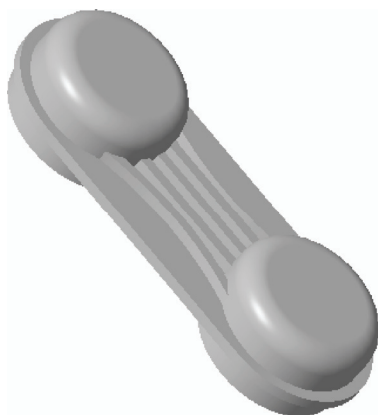

图 16-54 创建拉伸特征四
STEP 12 在“拉伸”选项卡中的“输入侧 1 的深度值”文本框中输入“4”，单击“完成”按钮，完成拉伸特征的创建，效果如图 16-54 所示。